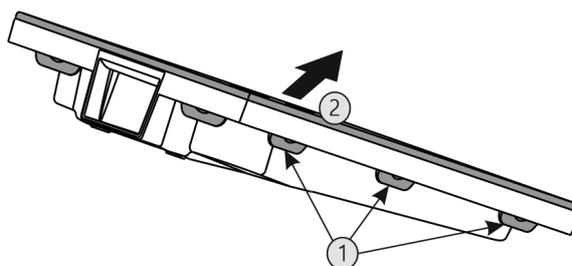

Fig. 30
- ▶ Appuyer sur toutes languettes Fig. 30 (1) l'une après l'autre et enlever le couvercle Fig. 30 (2).